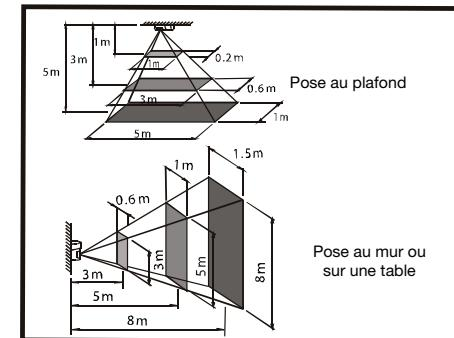

Fig. 4
1. L'amplitude de la zone de détection dépend de la hauteur à laquelle le détecteur est placé au-dessus du sol. Fig. 4.